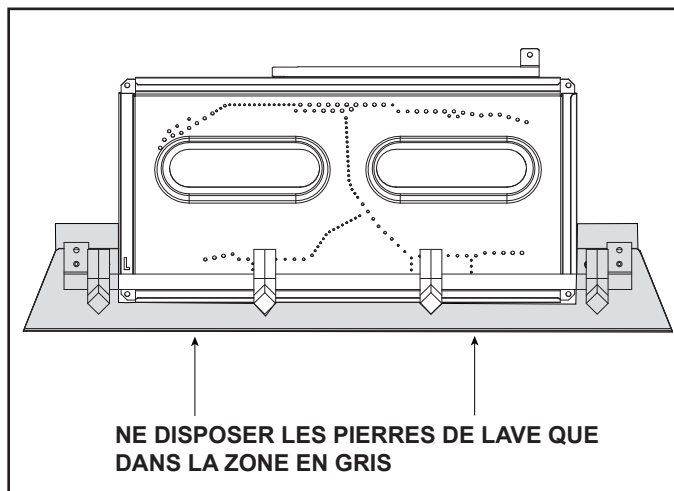

Figure 11.6 Placement de la pierre de lave
- Placer la pierre de lave sur l'avant et les côtés du brûleur. Voir la figure 11.6.